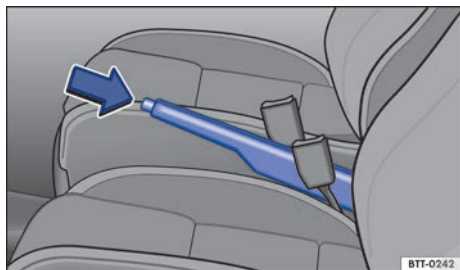

Fig. 106 Entre los asientos delanteros: freno de mano.
- Tire de la palanca del freno de mano con fuerza hacia arriba manteniendo el botón presionado → fig. 106 (flecha).
- Tire ligeramente de la palanca del freno de mano hacia arriba y presione el botón de bloqueo → fig. 106 (flecha).